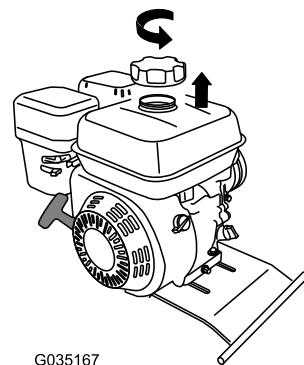

Figure 51
2. Dévissez le bouchon de carburant en le tournant dans le sens antihoraire (Figure 51).